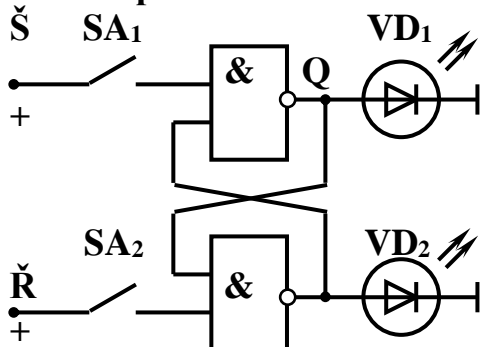

Рисунок 1. Асинхронный RS-триггер
1. Собираем электрическую схему цепи (рисунок 1) и предъявляем ее для проверки преподавателю.